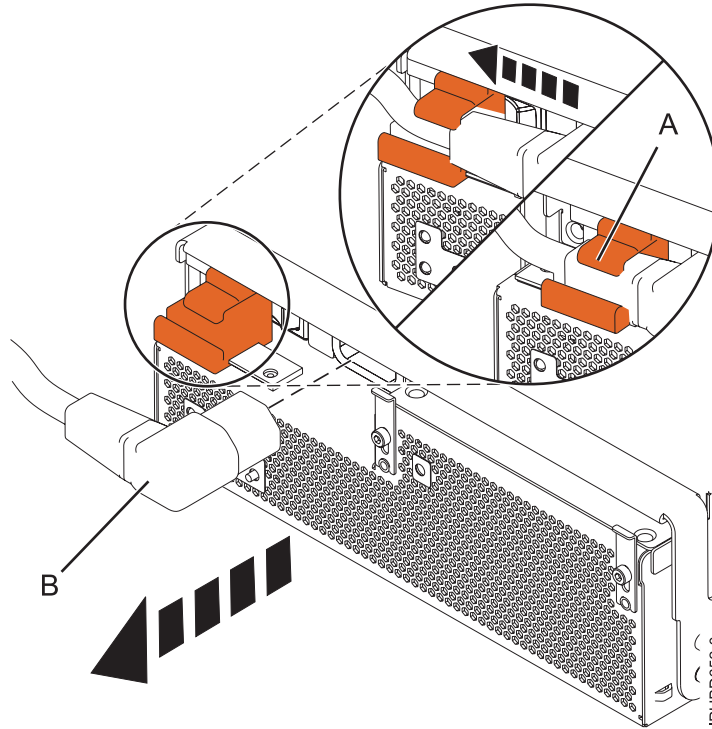

Figure 11. Déconnexion du câble d'alimentation de l'avant d'une unité d'extension
5. Pour l'alimentation électrique que vous voulez retirer, faites glisser le support de câble en position ouverte (**A**) puis débranchez le câble d'alimentation (**B**) comme illustré à la figure 11, à la page 15. En déplaçant le support en position ouverte, vous mettez le système hors tension.